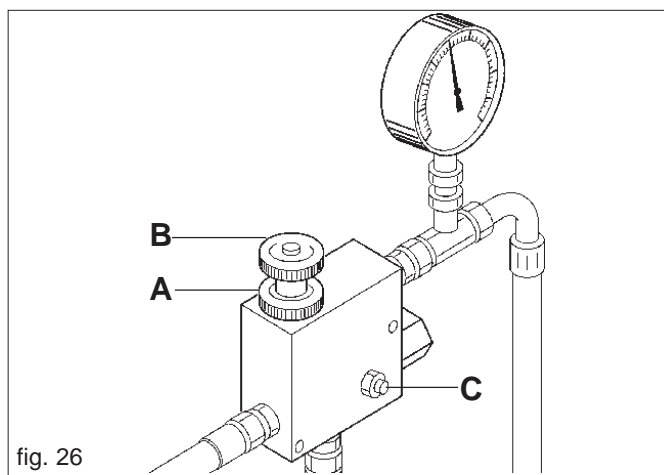

fig. 26
Se occorre aumentare il numero di giri della ventola per la distribuzione di sementi più pesanti, agire con prudenza ed attenzione nel seguente modo (Fig. 26):
- allentare la ghiera di bloccaggio (A Fig. 26);
- ruotare in senso orario od antiorario il volantino (B Fig. 26) per diminuire od aumentare la pressione e di conseguenza modificare i giri della soffiante.
È vietato per qualsiasi motivo toccare il grano (C Fig. 26) poiché si starebbe l'impianto potendo causare la rottura del motore o della pompa.